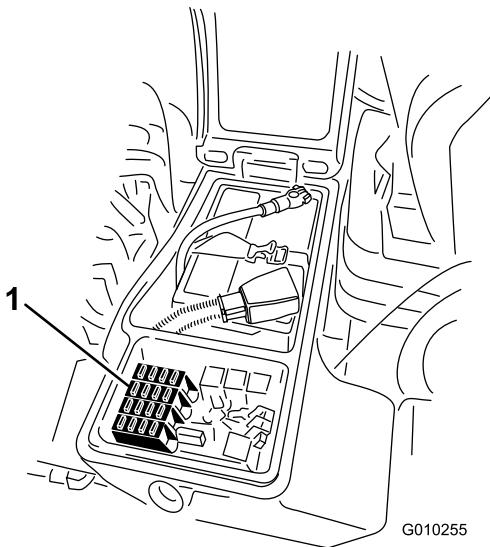
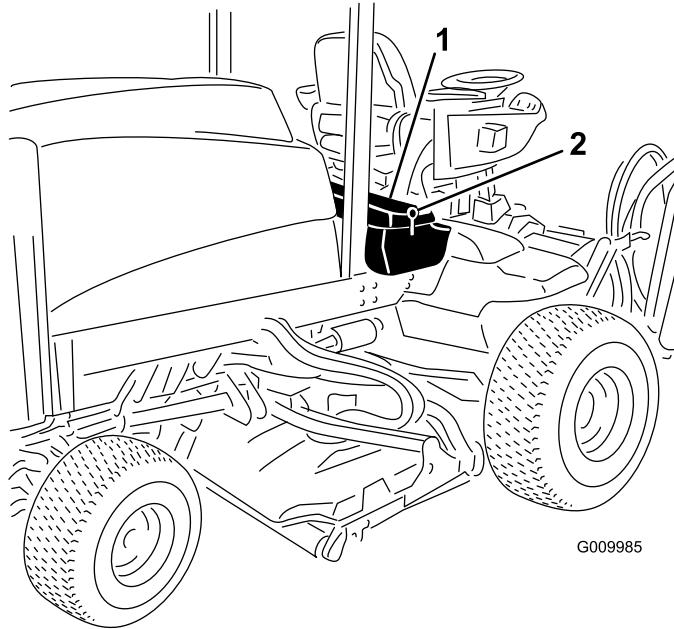

图 57
图 56
- 松开右储物盒盖的闩锁并提起盒盖 图 56。
3. 关闭右储物盒盖用闩锁固定图 56。
1. 松开右储物盒盖的闩锁提起盒盖图 56 以露出保险丝盒图 57。
2. 必要时更换开放式保险丝图 57。